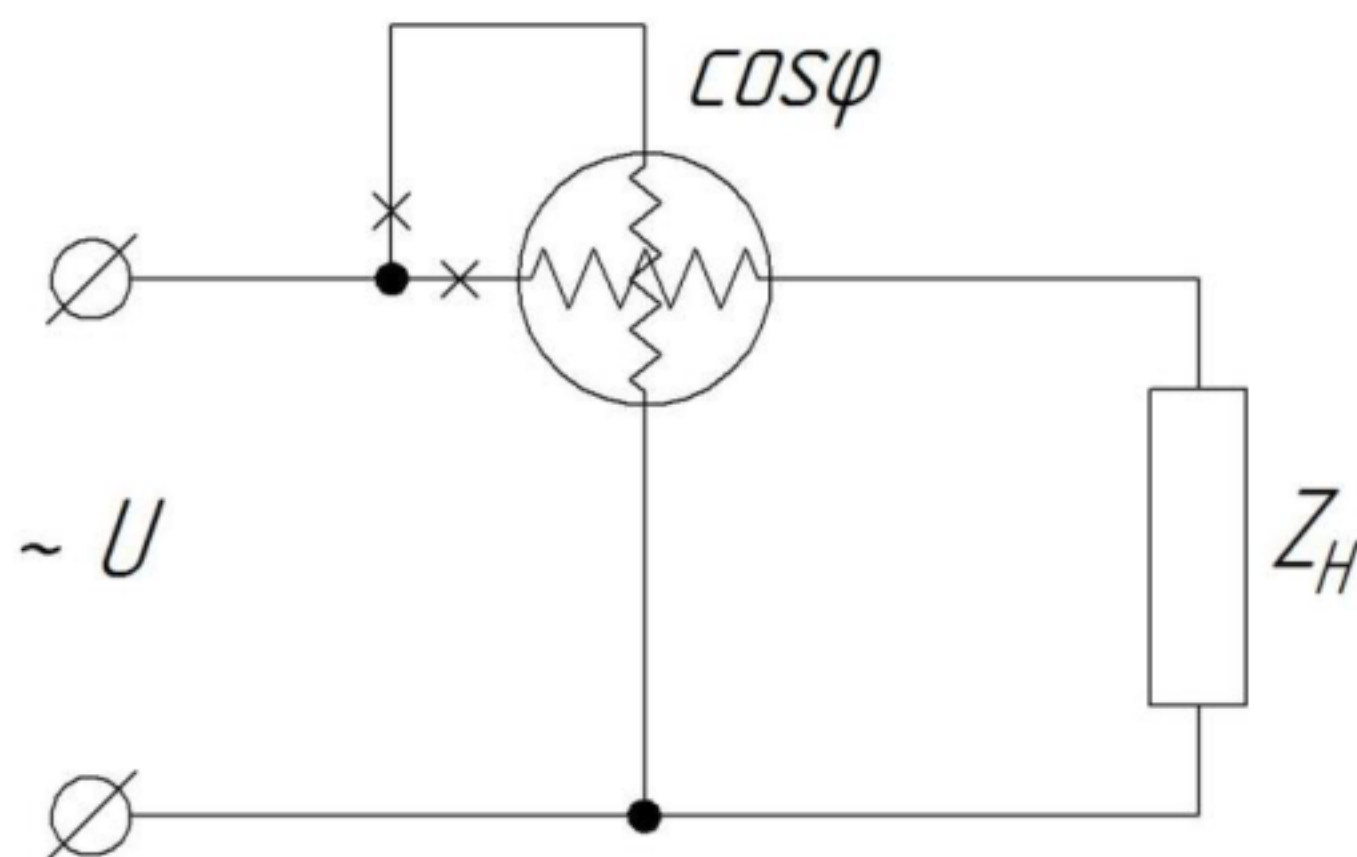
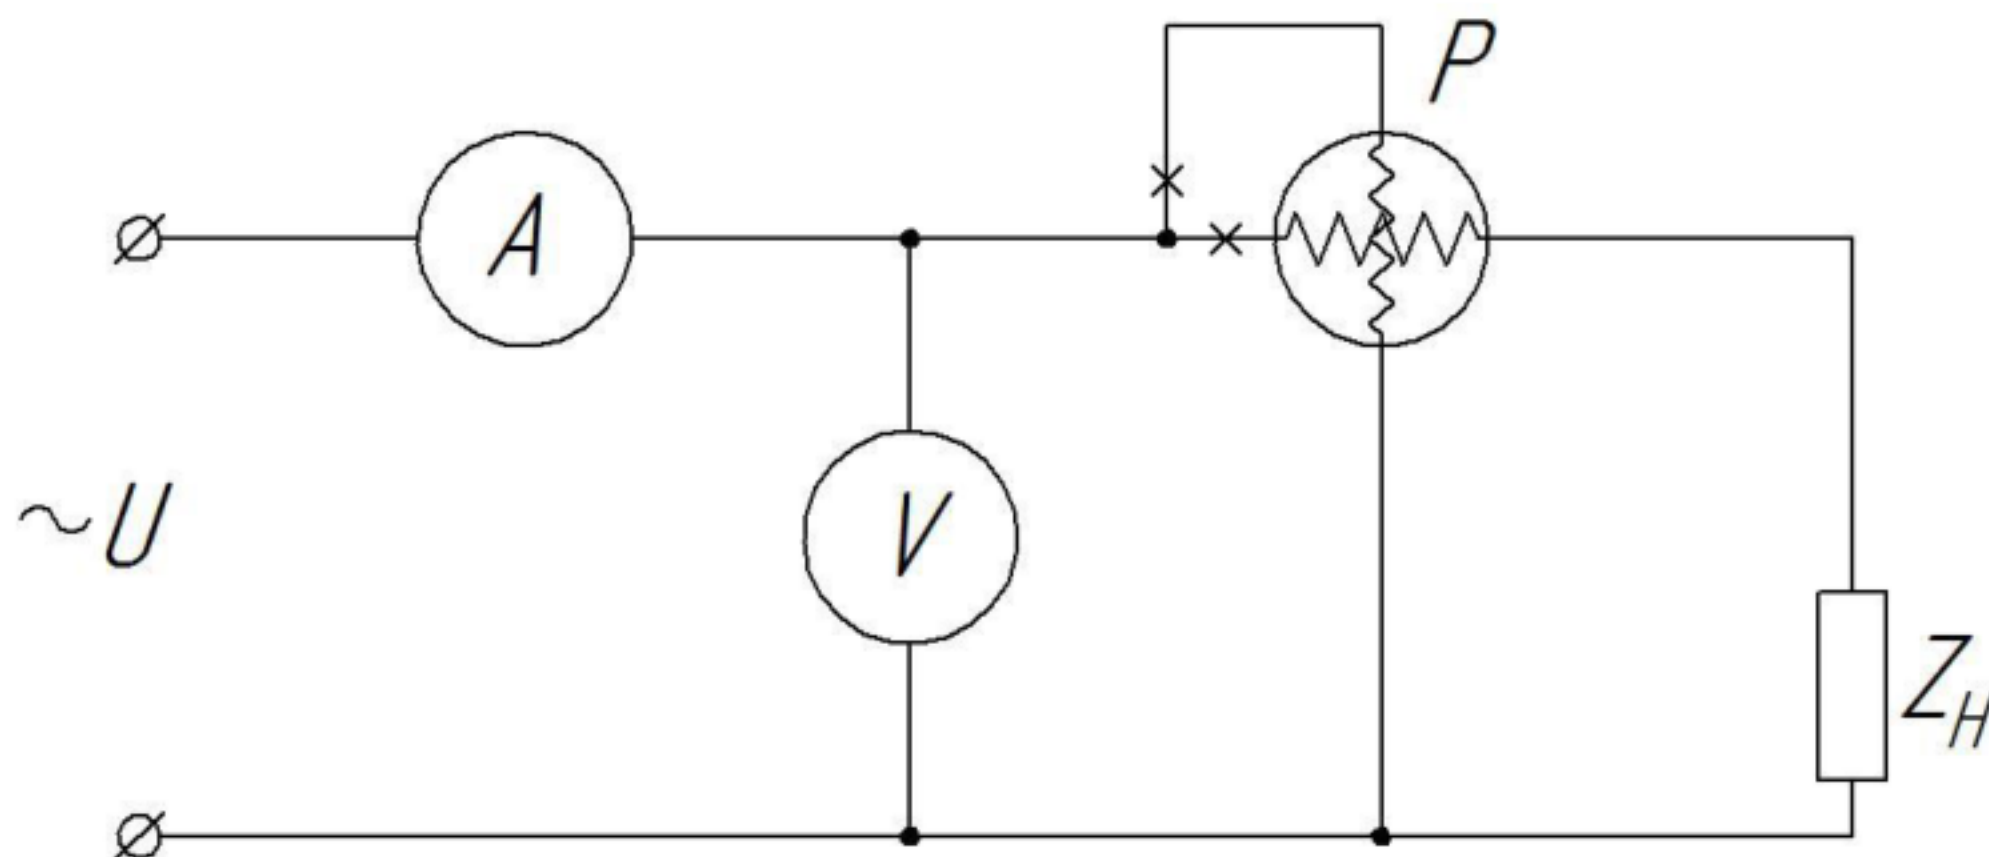

Рисунок 1.3. Схема электрическая принципиальная измерения $\cos\varphi$ прямым методом
Рис.1.4. Схема электрическая принципиальная измерения $\cos\varphi$ косвенным методом.
- $\cos \varphi$ прямым методом (Рис. 1.3),
- $\cos \varphi$ косвенным методом (Рис. 1.4).
– произвести измерение $\cos \varphi$, создаваемого нагрузкой, в схемах, представленных на Рис. 1.3 и Рис. 1.4.
Собрать схему, приведённую на Рис. 1.4 на стенде «**Теоретические основы электротехники**». В качестве источника переменного напряжения использовать источник 23В; в качестве Z_H – последовательно соединённые $R=100\text{ Ом}$ и $C_1=100\text{мкФ}$, $C_2=20\text{мкФ}$, $C_3=10\text{мкФ}$. Последовательно меняя конденсаторы произвести измерения $\cos\varphi$ косвенным методом. Результаты измерений занести в таблицу.